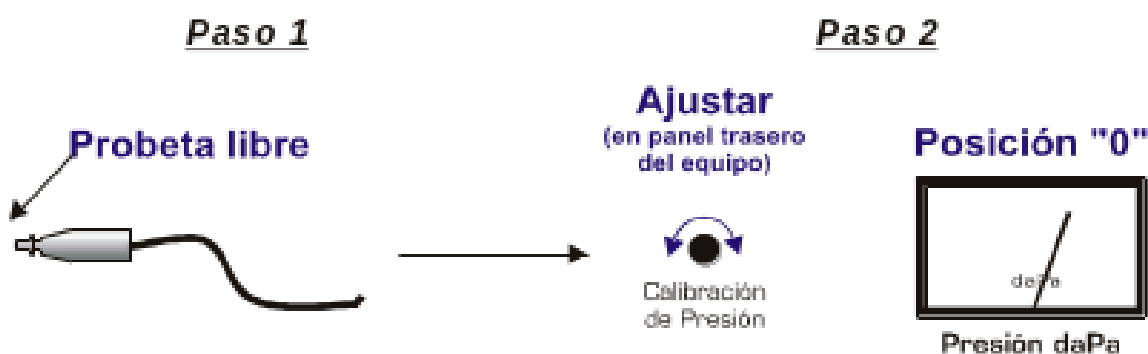

Figura 7.1: Esquema para la correcta calibración del manovacuómetro.
2. De no ser así, debe girarse el potenciómetro de calibración del manovacuómetro (nro 15 en Figura 4.2) hasta que el instrumento indicador de presión marque "0" (Figura 7.1).